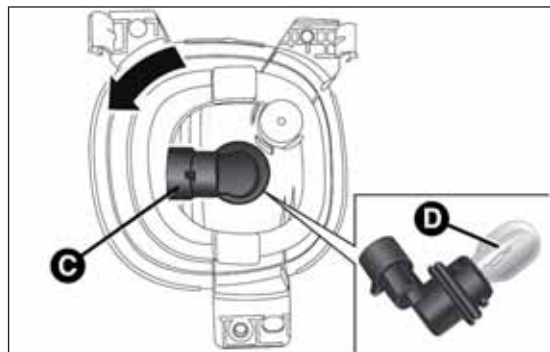

fig. 188
- ☐ scollegare il connettore elettrico e ruotare in senso antiorario il portalampada C fig. 188;